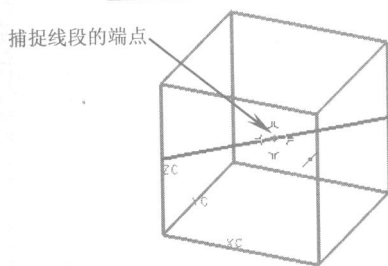
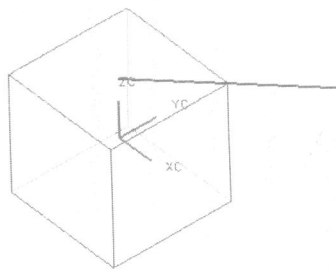

图1-5
图1-6
4. 选择本例第 2 步创建的长方体特征，在菜单栏中依次选择【编辑】/【变换】选项，弹出【变换】对话框。依次单击 和 按钮，弹出【点构造器】对话框。捕捉如图 1-5 所示的线段端点，依次单击 、 和 按钮移动特征，最后退出【变换】功能，结果如图 1-6 所示。